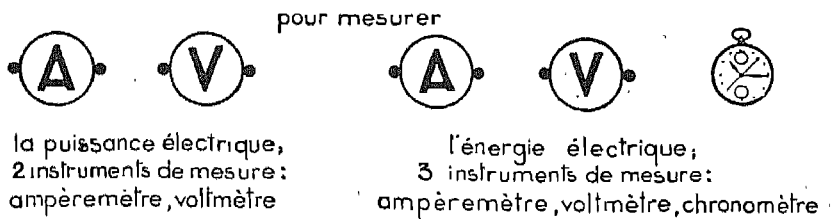

Fig. 5. — Ne confondez pas : kilowatt, unité de puissance électrique, avec kilowatt-heure, unité d'énergie électrique.
**REMARQUE.** — Tandis que la mesure de la puissance électrique prise par un appareil quelconque n'exige que deux instruments de mesure, (voltmètre et ampèremètre), celle de l'énergie consommée par cet appareil en exige trois (voltmètre, ampèremètre, montre ou chronomètre) (fig. 5).